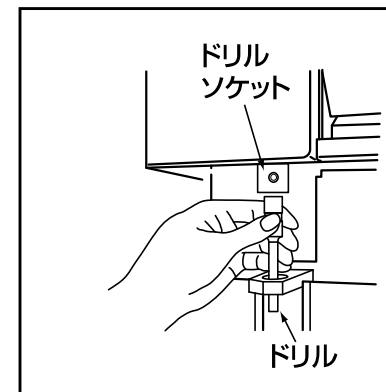

図40
- 3.2本目の固定ネジをゆるめた瞬間に、ドリルが落下しますので、手で保持してください。 **図40 参照**